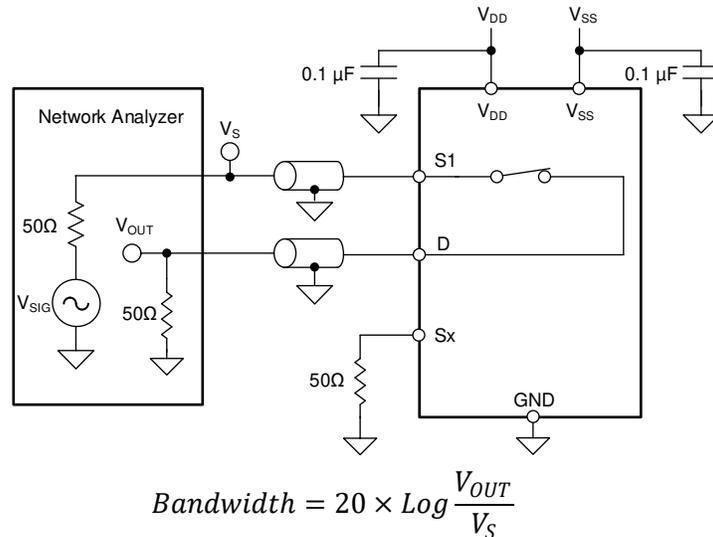

図 7-12. 帯域幅測定時の設定
帯域幅は、入力をオンチャンネルのソース ピン (Sx) に印加したときに、デバイスのドレイン ピン (D) で測定される出力の減衰量が、3dB 未満である周波数の範囲として定義されます。図 7-12 に、帯域幅を測定する際の設定を示します。